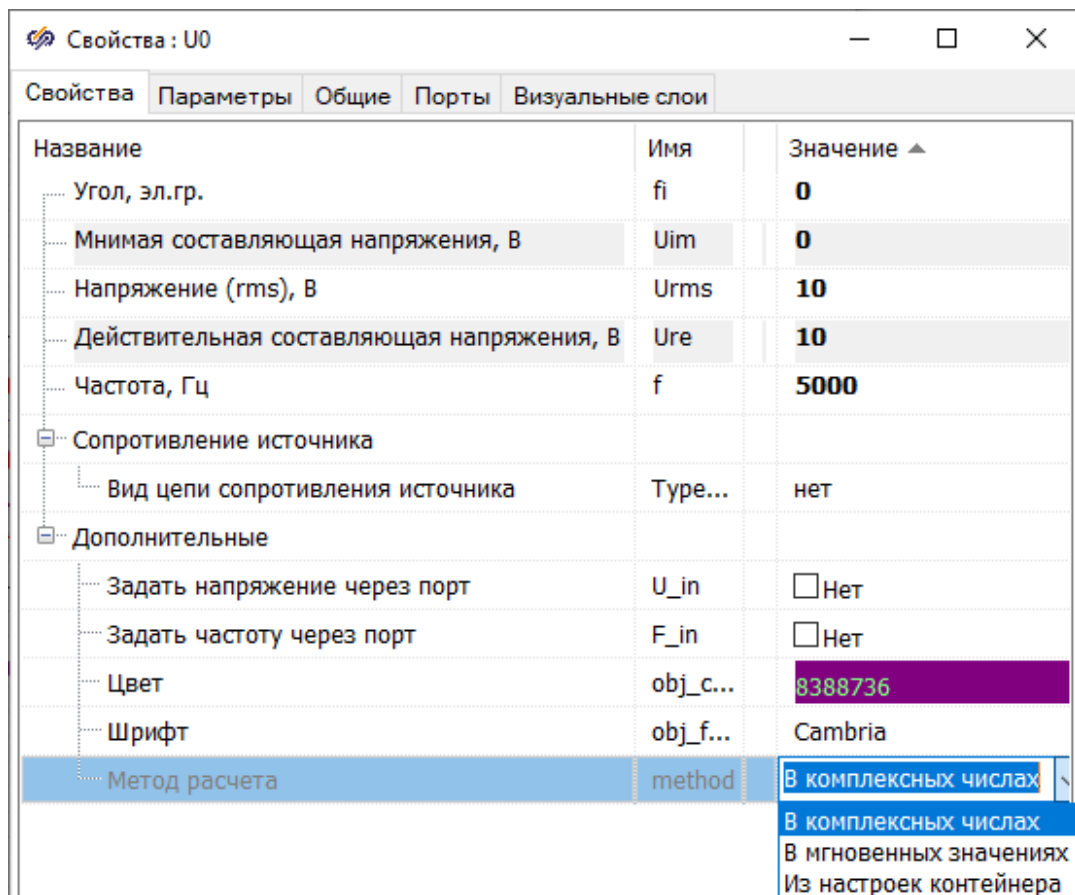

Рис. 3.13
- для блока **Источник напряжения** значения свойств, приведенных на рис. 3.13.
Обратите внимание, что на рис. 3.13 выбран **Метод расчета – В комплексных числах**.